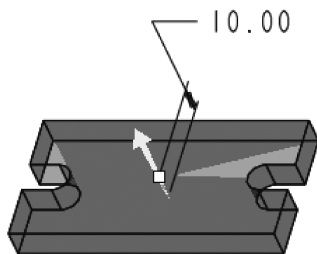

图4-67 预览下底板
(5) 单击【草绘器工具】工具栏中的【完成】按钮，接受草绘图形，回到设计窗口。
(6) 双击图形区拉伸深度数字，在出现的组合框中输入“10”，然后在图形区拖动鼠标中键调整观看模型的角度，预览模型，如图4-67所示。